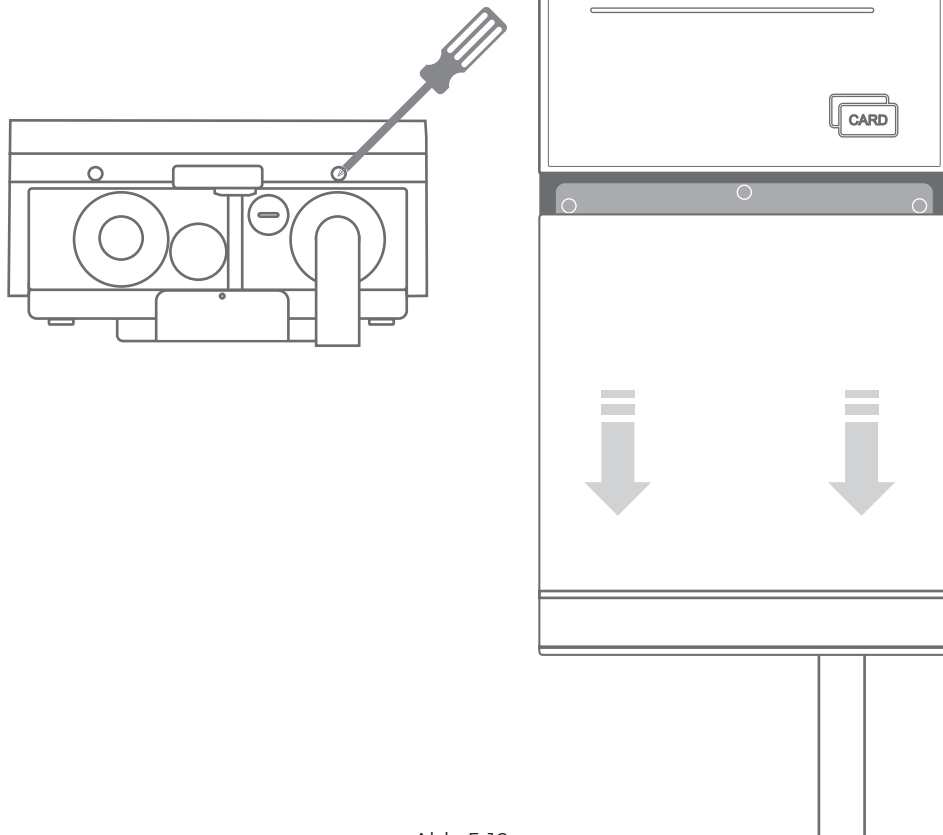

Abb. 5-10
1. Lösen Sie die beiden Schrauben an der Unterseite der Frontabdeckung mit einem Kreuzschlitzschraubendreher und schieben Sie die Abdeckung nach unten, um sie zu entfernen. (Siehe Abb. 5-10)